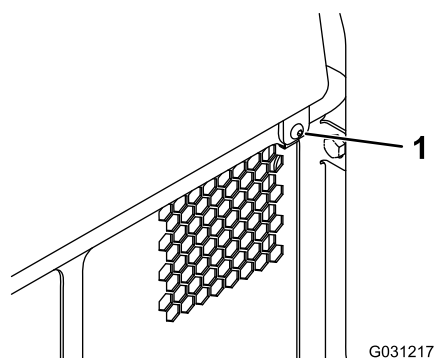

Figura 38
1. Retire la fijación (Figura 38).
2. Levante el panel de acceso trasero para tener acceso a los componentes internos (Figura 38).